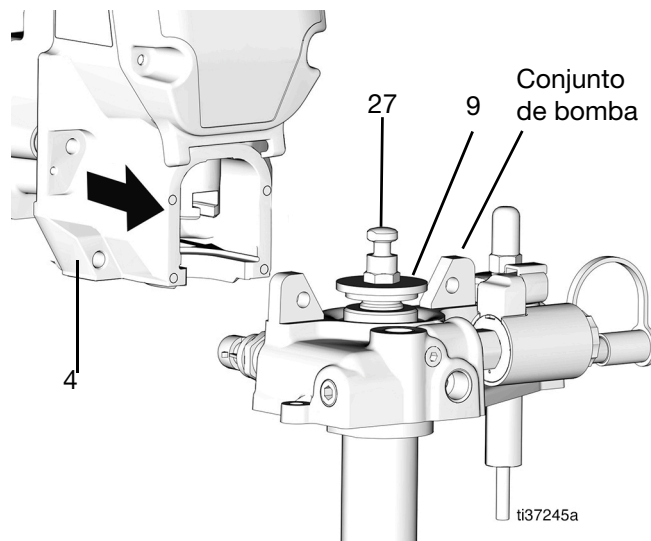

FIG. 67
27. Acople el conjunto de la bomba en el cabezal de engranajes (4). Puede aflojarse la tuerca de retención (9) para aumentar el huelgo. Alinee la varilla de la bomba (27) con el corte y deslícela en su sitio (FIG. 67).